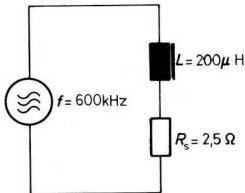

Bild 181
d) Die Spulengüte der verlustbehafteten Spule nach Bild 181 soll bestimmt werden.